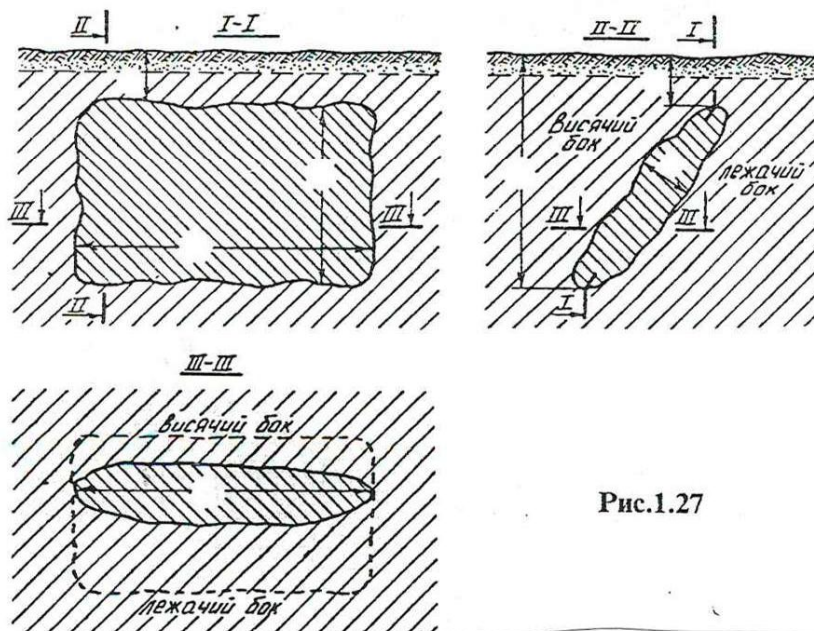

Рис.1.27
19. На каких разрезах (рис.1.27) можно показать горизонтальную мощность?